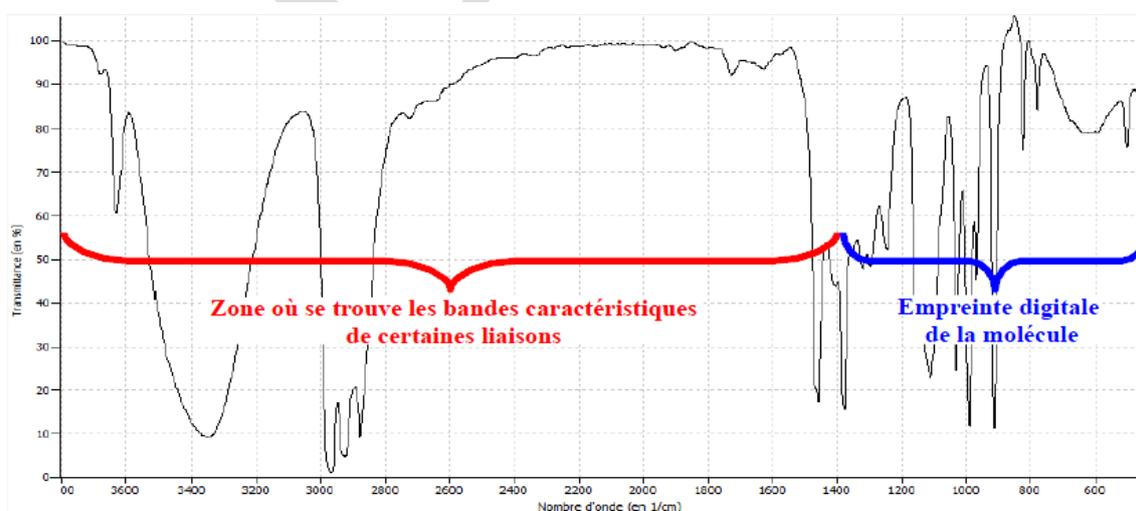

Figure 3 : Spectre IR
- **Spectre IR et nombre d'onde d'absorption (Figures 3 et 4):**